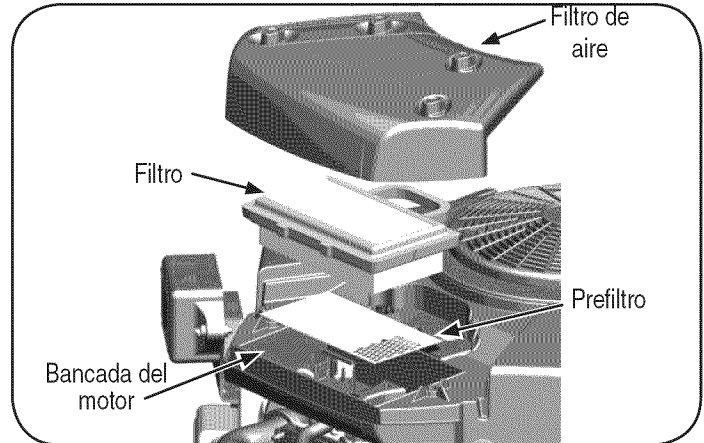

Figura 28
2. Para extraer el filtro de aire, levante el extremo del filtro. Vea la Figura 28.